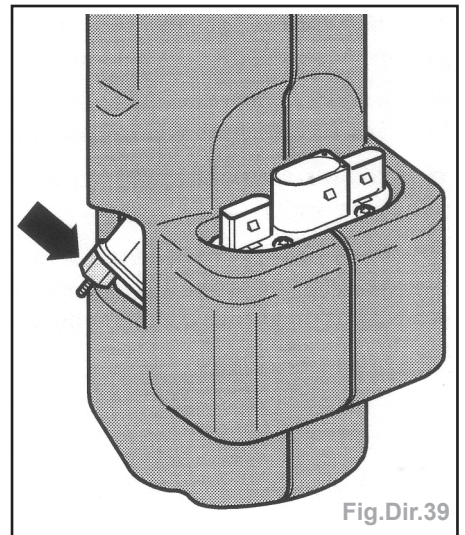

Fig.Dir.39
- Dévisser le silentbloc (flèche) (Fig. Dir.39).